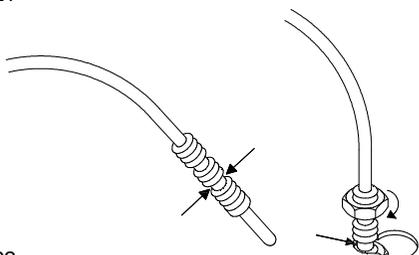

Fig. 22
**Sustitución de termopar (Fig. 22)**
**Replacing the thermocouple (Fig. 22)**
**Remplacement du thermocouple (Fig. 22)**